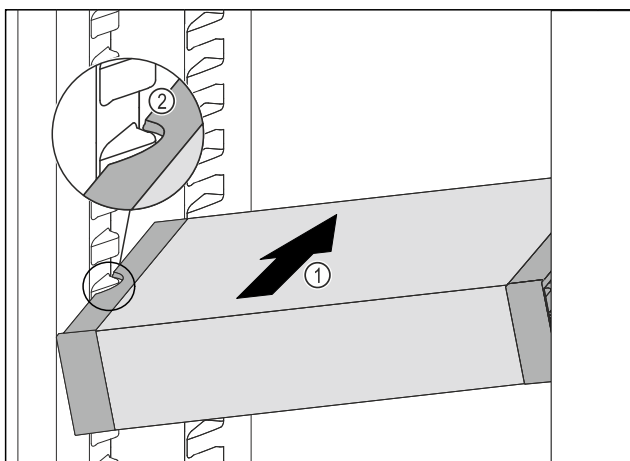

Fig. 102
- ▶ Insérer le VarioSafe en biais dans la partie réfrigérateur Fig. 102 (1) jusqu'à ce que les encoches latérales Fig. 102 (2) du VarioSafe se trouvent à la hauteur de la nervure du bac dans la partie réfrigérateur.